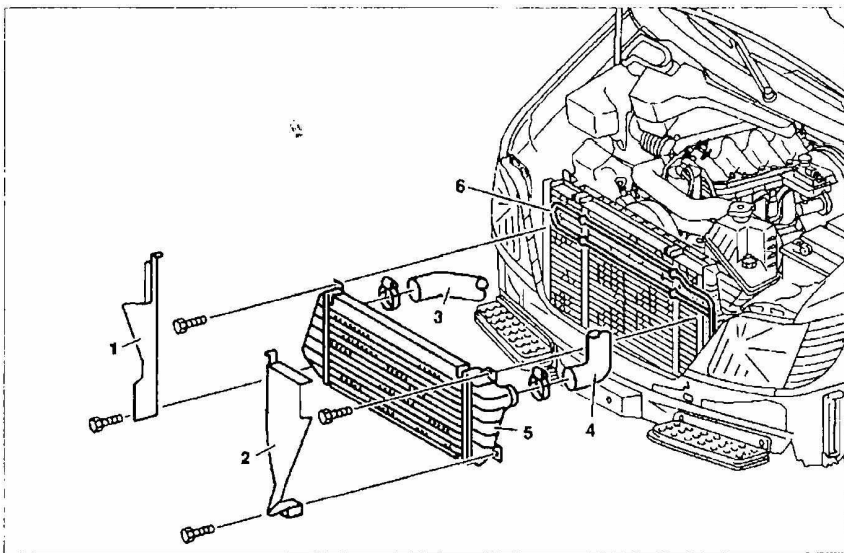

Рис. 41. Снятие и установка радиатора промежуточного охлаждения (интеркулера):
4. Снимите панели 1 и 2 радиатора с обеих сторон (рис. 41).